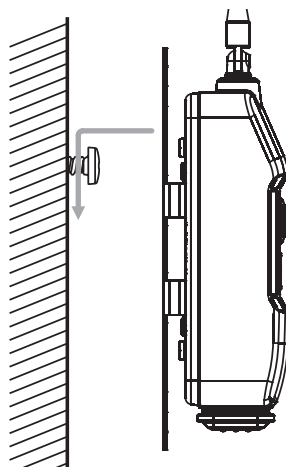

図3
- ③ 本機の背面をネジに押し当てて取付金具の穴の中心に通し、下方向に動かなくなるまでスライドして固定します（図3参照）。